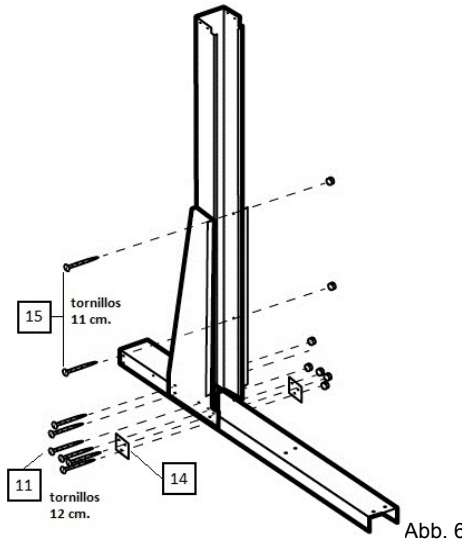

Abb. 6
Mit einer geraden Latte - noch besser wäre eine Messlatte (ALU-Latte) - auf die Sie eine Wasserwaage aufsetzen, beginnen Sie nun vom tiefsten Punkt ausgehend, Ihren Aufstellplatz einzuebnen. Graben Sie die erhöhten Stellen ab. Keinesfalls die Tiefstellen aufschütten, dies könnte zu Setzungen führen. (Bild 6, 7)
- Damit die 8 mm x 12 cm Schrauben und 8 mm Muttern (11) untergebracht werden können, müssen alle Bohrungen zusammenpassen. Vergewissern Sie sich, dass die Verstärkung (14) an beiden Seiten der Einheit gegeben ist. Verwenden Sie zur Befestigung der Oberseite der Verstärkerplatten der Säulen (12), (13), Abb. 6, die 8 mm x 11 cm Schrauben und 8 mm Muttern (15).